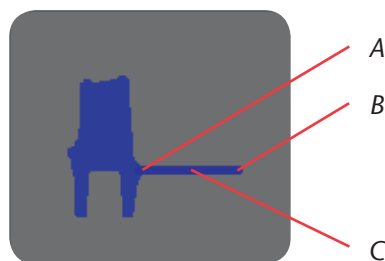

FIGURE 35: VUE DE CÔTÉ : OBJET AVEC TIGE
- ❗ Explication du terme „point de jonction“: ☞ Figure 35, page 69.
**i** Explication des expressions „point de jonction“ et „point d'extrémité“: ☞ Figure 35, page 69.